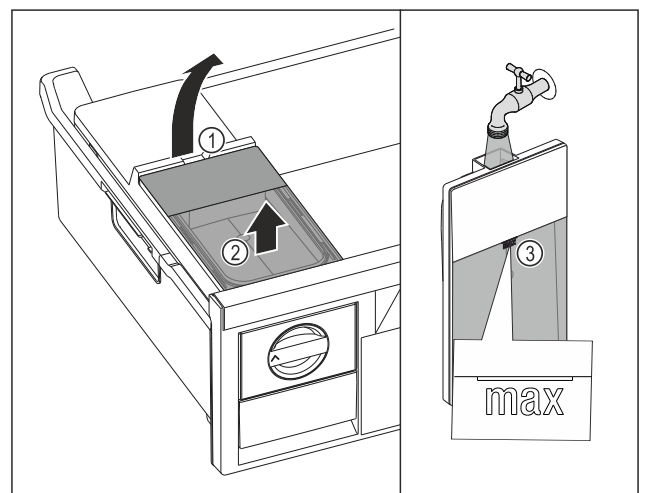

Fig. 156
- ▶ Elevar el depósito de agua por la entalladura Fig. 156 (1).
- ▶ Extraer el depósito de agua hacia arriba. Fig. 156 (2)
- ▶ Llenar el depósito de agua con agua potable hasta la marca Fig. 156 (3).